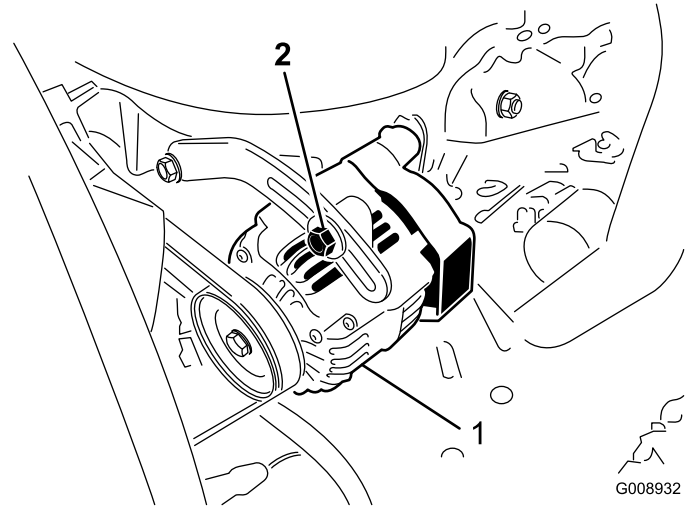

図 78
オアウタネータのベルト（図 78）は100運転時間ごとに点検します。
2. たわみが 10 mm 程度でない場合には、オルタネータ取り付けボルト（図 78）をゆるめる。適当な張りに調整してボルトを締める。ベルトのたわみが適切に調整されたことを確認する。